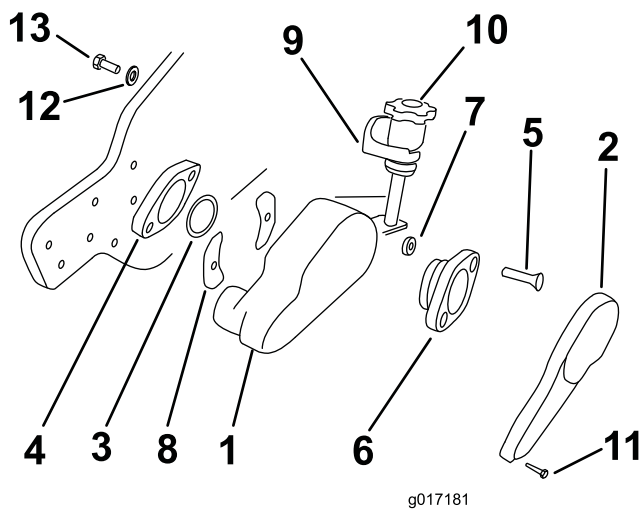
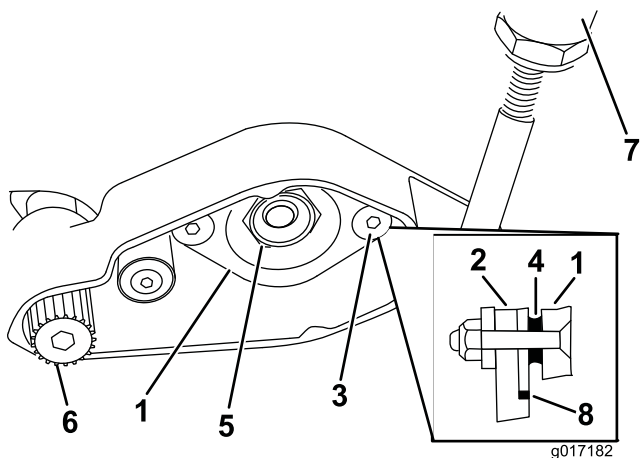

Bild 4
Bild 5
- A. Entfernen Sie die drei Sechskantkopfschrauben und Sicherungsscheiben, mit denen die Abdeckung am Groomergehäuse befestigt ist (Bild 4).
B. Entfernen Sie die Belleville-Scheibe und die Kopfschraube (3/8" x 5/8") von jedem Befestigungsblock (Bild 4).
C. Setzen Sie einen Adapterring in das Spindelkegelrollenlager-Gehäuse (Bild 4 und Bild 5).
D. Stecken Sie die zwei Senkschrauben (3/8" x 2") durch den Kegelrollenlager-Adapter und legen Sie die Distanzstücke auf die Schrauben (Bild 4 und Bild 5).
E. Fluchten Sie den Kegelrollenlager-Adapter, die Distanzstücke und Schrauben mit dem bronzenen Kegelrollenlager und den Schlitten im Groomergehäuse aus. Schieben Sie den Kegelrollenlager-Adapter durch das bronzenne Kegelrollenlager und stecken die Schrauben durch die Schlitz im Groomergehäuse (Bild 4 & Bild 5).
F. Setzen Sie eine Schlitzabdeckung auf jede Schraube und fluchten Sie die gekrümmte Seite der Schlitzabdeckung mit der Krümmung am Groomergehäuse aus. Die Krümmung der Schlitzabdeckungen muss vom Groomergehäuse weg verlaufen (Bild 4).
G. Setzen Sie die Senkschrauben in das Spindelkegelrollenlager-Gehäuse ein. Befestigen Sie die Sicherungsmuttern an den Schrauben und ziehen sie mit 31 bis 37 N-m an (Bild 4 und Bild 5).
9. Schieben Sie ein Ende der Groomingwelle in die Kegelrollenlagerstütze im Groomergehäuse (Bild 5). Stellen Sie sicher, dass die Spitzen der Groomermesser nach vorne zeigen.
10. Tragen Sie Loctite-Bindemittel auf das Schraubengewinde an der Groomerwelle auf. Schrauben Sie die Antriebsriemenscheibe (Linksgewinde) auf das Ende der Groomerwelle. Ziehen Sie die Riemenscheibe mit einem Sechskantschlüssel (3/8") an einem Drehmomentschlüssel mit 39 bis 47 N-m an (Bild 4 und Bild 5).
11. Befestigen Sie den Befestigungsblock für das Einstellrad mit der vorher entfernten Kopfschraube (3/8" x 5/8") und Belleville-Scheibe an der linken Seitenplatte (Bild 4).
12. Befestigen Sie den Rahmen des linken Untermesserträgereinstellers mit den vorher entfernten Kopfschrauben und Scheiben an der Seitenplatte (Bild 4).
13. Nehmen Sie Spindelkegelrollenlager-Sicherungsmutter von der Spindelwelle ab (Bild 5). Verhindern Sie mit einem Holzblock, dass sich die Spindel drehen kann.